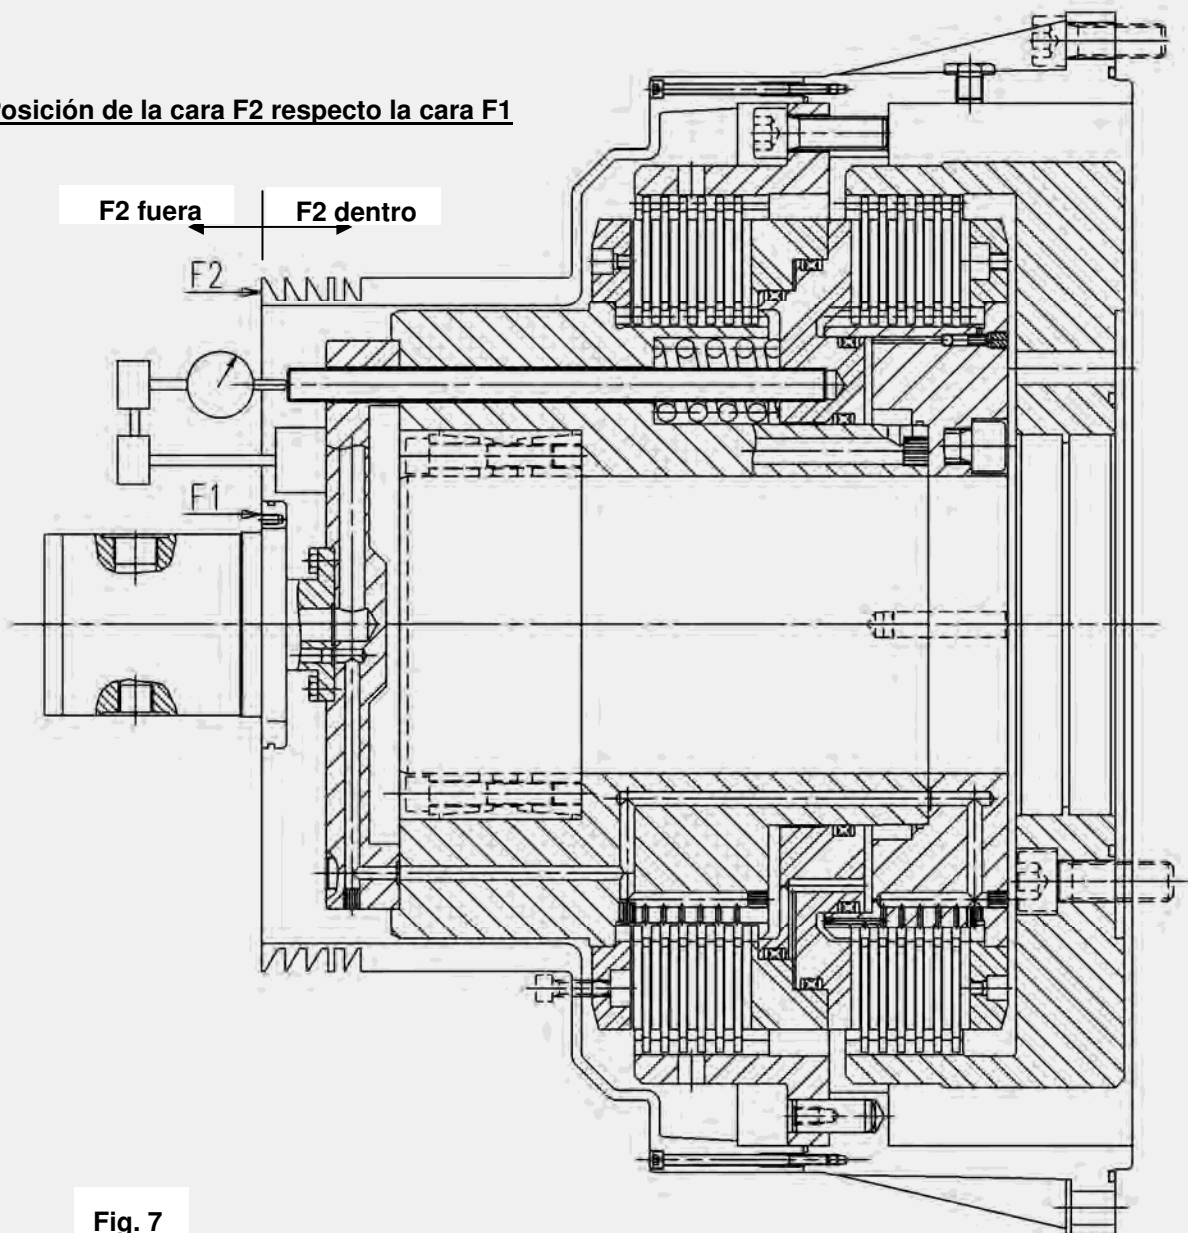

Fig. 7
6. Fijar la defensa giratoria de recogida de aceite (11) sobre el casco lado embrague (8), cuidando que la junta tórica (F en la Fig. 6) esté situada en su alojamiento. Ver instrucciones según Fig. 7.
Antes de montar la campana de recogida estática de aceite (12), comprobar que la cara F1 (ver Fig. 7) del racor giratorio y la cara F2 de la campana de recogida estática (12) están en el mismo plano.
- A través de uno de los orificios del moyú lado embrague introducir una varilla roscada que se roscará al pistón principal, y fijar el reloj comparador sobre el freno embrague (ver Fig. 7, 11 y 12).